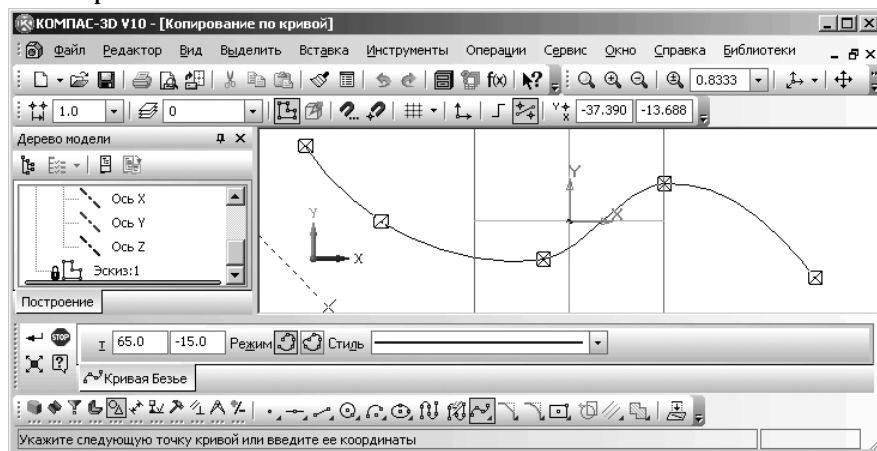

Рис. 8.36. Пример построения **Кривой Безье**
- аналогичные действия выполните и для ввода каждой следующей точки кривой, например, таких (-50,0), (-7,-10), (25,10), (65, -15). Это состояние показано на рис. 8.36.